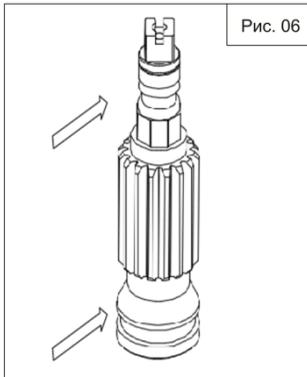

Рис. 06
- смажьте внешнюю поверхность приводного вала сверху и снизу, как показано на рис. 06. Вставьте частично показанный вал (23) в корпус (6), установите кулачок (22) в правильную позицию, как показано на рис. 7, относительно нижней и верхней частей приводного вала. Вращая пневмопривод, установите упорный подшипник (21);
- установите внешний упорный подшипник (05), упорную шайбу (04), а